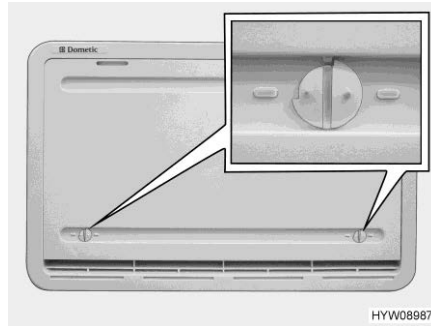

Bild 133 Winterabdeckung
Wenn der Kühlschrank bei niedrigen Außentemperaturen betrieben werden soll, empfiehlt der Hersteller die Verwendung einer Winterabdeckung (Bild 133) für die Kühlschrank-Lüftungsgitter.
- Beide Verriegelungen (Bild 133) öffnen (Nut steht waagrecht).